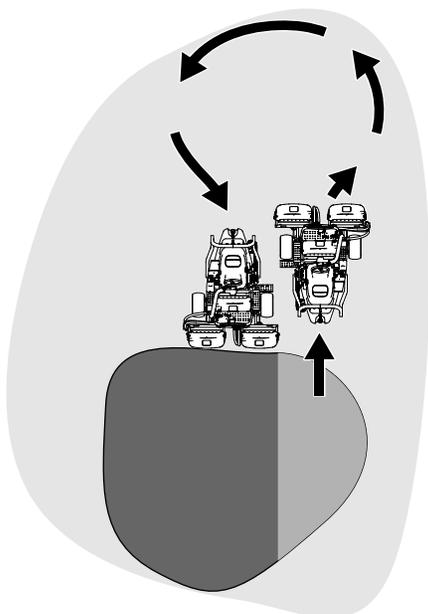

图22
6. 要缩短下一趟剪草的操作时间并方便剪出直线应轻轻朝相反方向转动机器然后再转向未剪部分进行泪滴状的转弯图22快速对齐进行下一趟剪草。